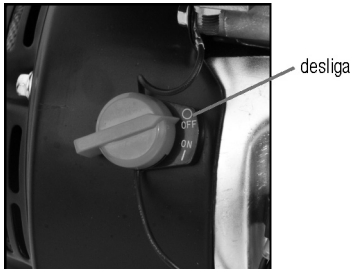

Fig. 25 – Desligando a motobomba
b. Desligue a chave geral da motobomba (fig. 25).